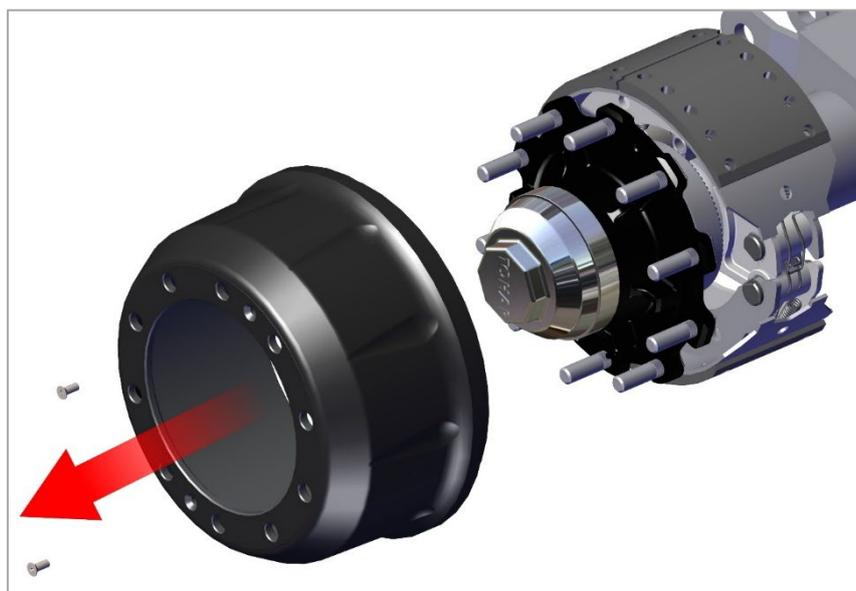

Рис. 14. Снятие барабана
2) Снимите барабан, как показано на рис. 14.